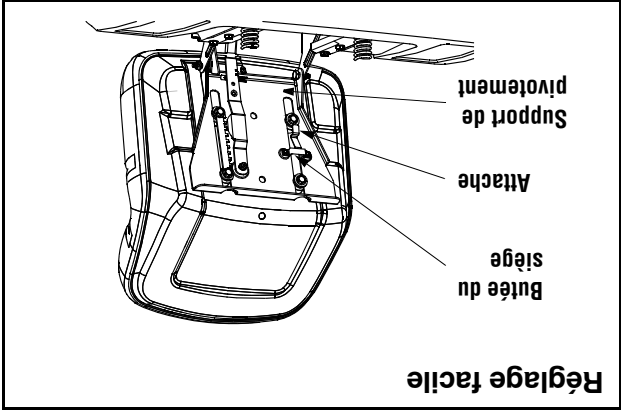

Figure 4
Référez-vous à la Figure 4 et la , identifier le style de siège de votre tracteur et suivre les instructions applicables.
**REMARQUE:** Si le siège était installé à l'envers sur le support de pivotement pour l'expédition, tirez sur l'attache qui se trouve sur la butée du siège et maintenez-la ouverte pendant que vous dégagez le siège du support de pivotement. Voir la Figure 4.
- Glissez le siège jusqu'à ce que la rondelle d'espacement avant du siège s'imbrique dans la butée. Voir la Figure 4.